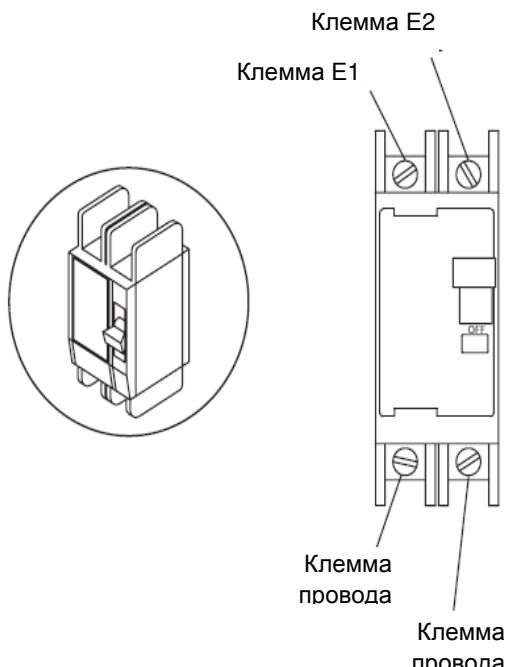

Рисунок 1. Точки проведения тестов на основном автомате генератора
Если есть подозрения, что автомат сломан, то можно провести следующий тест (смотреть рисунок 1):
- Выключить генератор, подсоединить вольтметр переменного тока к клеммам проводов 11 и 44 основного автомата генератора (см. рисунок 1). На данных соединениях можно измерить междуфазное напряжение.